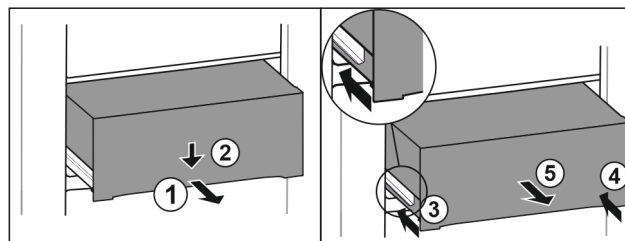

Fig. 112
- ▶ Extrageți pe jumătate sertarul. Fig. 112 (1)
- ▶ Apăsați în jos sertarul pe partea frontală. Fig. 112 (2)
- ▶ Inșerați șina stângă aproximativ 2 cm. Fig. 112 (3)
- ▶ Inșerați șina dreaptă aproximativ 2 cm. Fig. 112 (4)
- ▶ Extrageți sertarul spre înainte. Fig. 112 (5)